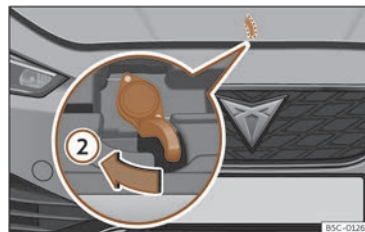

Fig. 214 Panca baixo o capó.
- Para levantar o capó faga presión cara a esquerda coa palma da man cara abaixo na panca situada debaixo do capó, no centro >>> **fig. 214** .